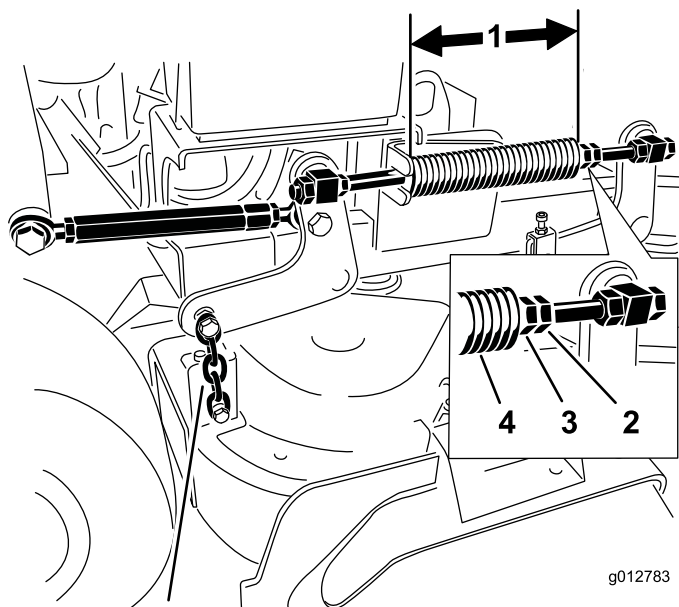

Figura 87
2. Verificate la lunghezza della molla di compressione. La lunghezza nominale è di 28,2 cm per piatti di taglio da 91 cm, e di 25,7 cm per piatti di taglio da 102 cm (Figura 87).
3. Regolate questa distanza allentando il controdado per molla e girando il dado davanti ad ogni molla (Figura 87).
4. Bloccate il dado serrando il controdado della molla (Figura 87).